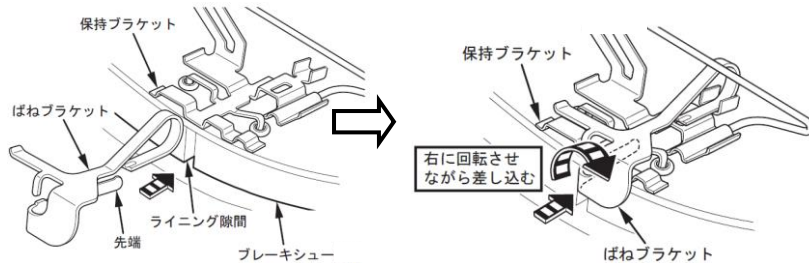

図7 ばねブラケットの装着
- 4) ばねブラケットの先端をブレーキシューのライニング隙間に差し込んでください (図7)。